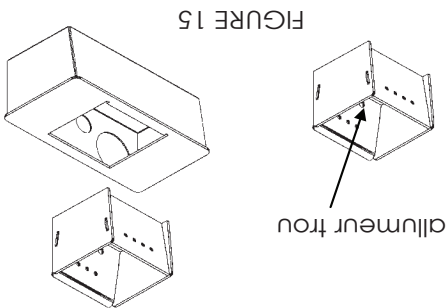

FIGURE 15
- Faites passer la cendre dans le tiroir du piédestal à travers les ouvertures (voir Figure 15) ou passez l'aspirateur pour retirer les cendres.